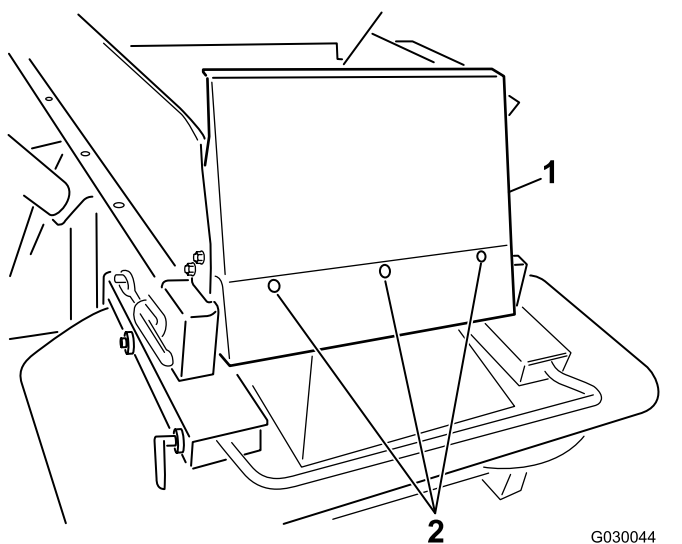

Figura 7
6. Instale a proteção da tremonha utilizando os parafusos de cabeça de tremço ($\frac{1}{4} \times \frac{5}{8}$ pol.) e porcas de bloqueio de nylon fornecidos (Figura 7).